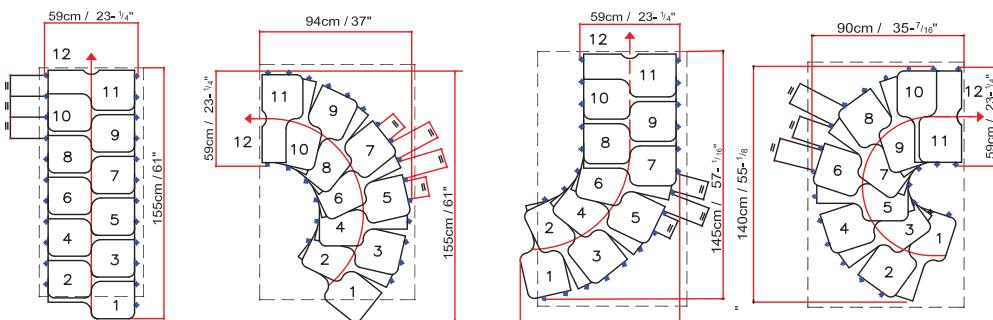

FIG. 3
- 2) colocar el soporte N19 teniendo en cuenta el tipo de hueco (fig. 3).
8. Determinar el escalón de salida desde arriba. Taladrar los peldaños L40 utilizando la plantilla L41 de cartón incluida en el embalaje, alternando un peldaño derecho con uno izquierdo (fig. 3).
10. Decidir donde colocar la barandilla (interior o exterior) (fig. 3) y taladrar los peldaños (L40) con una broca de Ø 6,5 mm ($\frac{1}{4}$ ") **UTILIZANDO LA PLANTILLA SOLAMENTE PARA LOS TRAMOS RECTOS.**
Para determinar el punto de fijación en el lado corto y el lado largo de los peldaños en curva (L40) respetar una distancia igual a la de los barrotes (C12) montados sobre el lado recto (fig. 3).
14. 1. La configuración A (rectilínea) no necesita ninguna modificación (fig. 3).
2. Las configuraciones B o C necesitan una rotación de 13 ° (fig. 3).
3. La configuración D necesita una rotación de 18 ° (fig. 3).